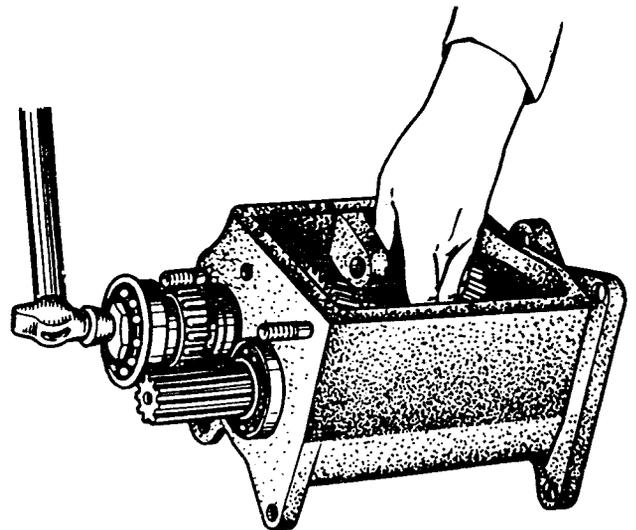

Bild 96. Einbau der Vorgelegewelle ins Wechselgetriebe
2. Welle mit Lager bis zum Anschlag des Lageringens gegen das Gehäuse mittels eines Dorns eintreiben (Bild 96).